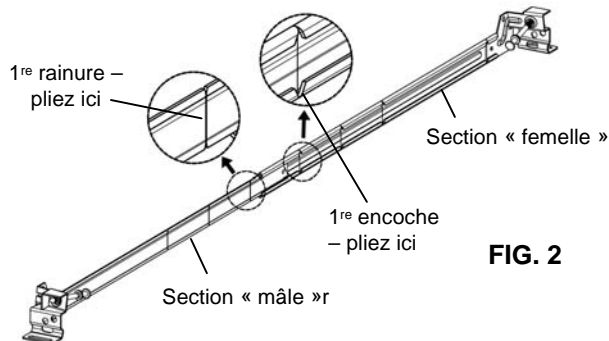

FIG. 2
- Allongez les barres au maximum. (FIG. 2)
- Pliez la section « mâle » de chacune des barres de suspension d'avant en arrière au niveau de la première rainure à partir du centre, jusqu'à ce que la barre se sectionne en deux. Pliez la section « femelle » d'avant en arrière au niveau de la première encoche à partir du centre jusqu'à ce que la barre se sectionne en deux. (FIG. 2)